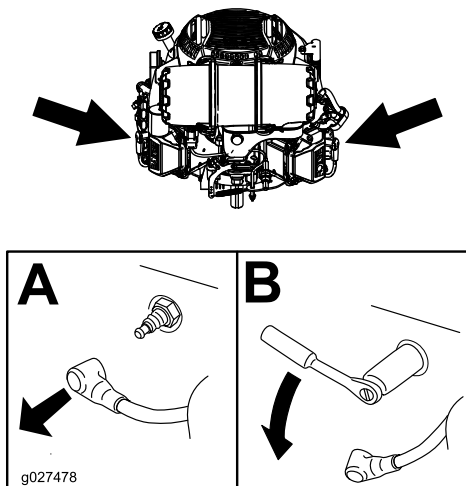

Figura 39
3. Individuate la posizione della/delle candela/e come illustrato nella Figura 39 e rimuovetele.